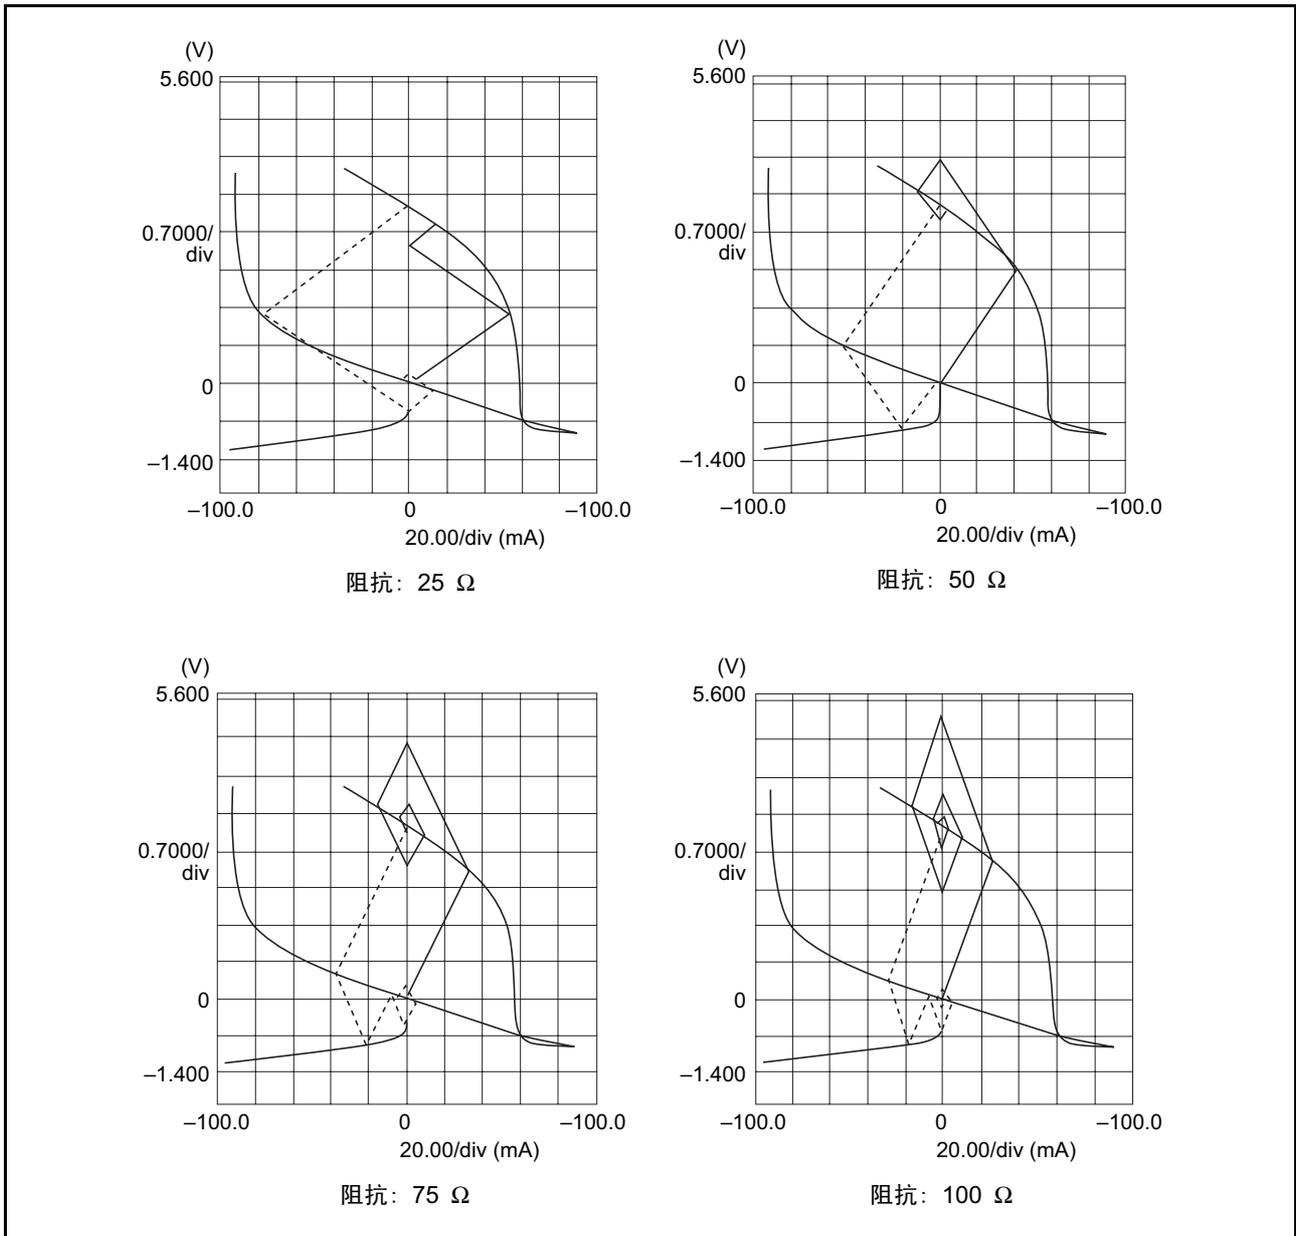

图19 各反射分析
如图 18(3) 所示，反射分析的理论波形和实际反射波形进行比较。另外， 25Ω 、 50Ω 、 75Ω 、 100Ω 的各贝瑞隆曲线图如图 19 所示，仅供参考。